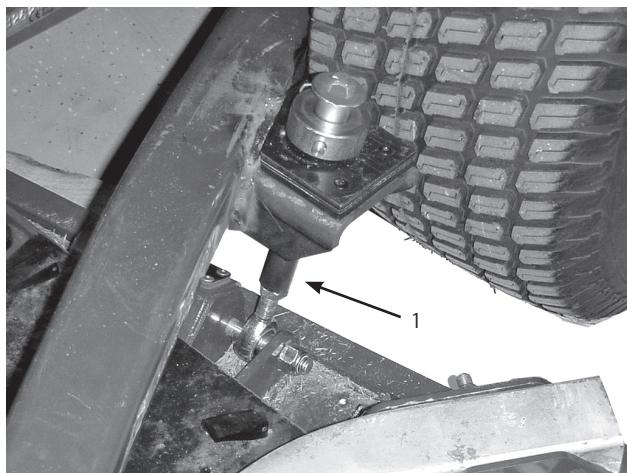

図12
5. カッティングユニット後部で、刈高ロッドに刈高カラーを固定しているヘアピンとクレビス・ピンを外す(図12)。